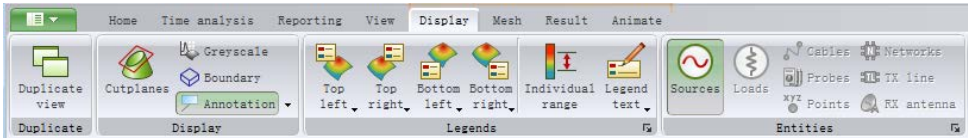

图 3-36 “Display” 菜单中的按钮（3D 显示）
4) “Display” 菜单中的按钮（3D 显示）如图 3-36 所示，具体说明见表 3-18。